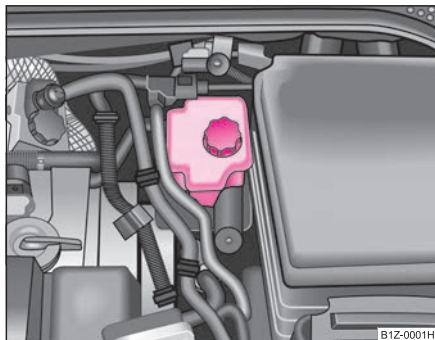

Fig. 195 Compartimentul motor: Rezervorul lichidului de frână
- Verificați nivelul lichidului de frână din rezervor ⇒ fig. 195. Nivelul trebuie să se găsească între marcajele „MIN“ și „MAX“.